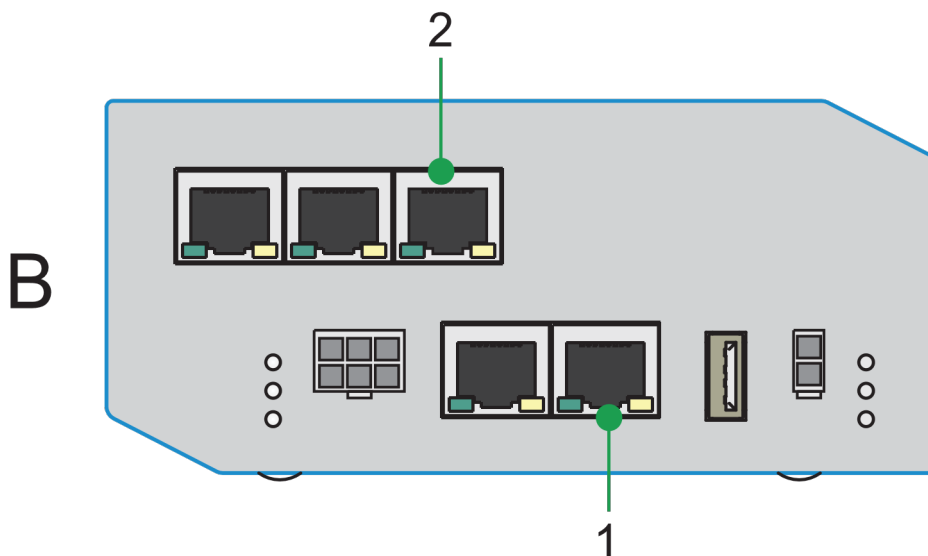

Fig. 24 Conexión del router VPN, caso B
B: Para dispositivos Stem (2) y router del cliente (1) en dos redes diferentes (ver fig. 24).